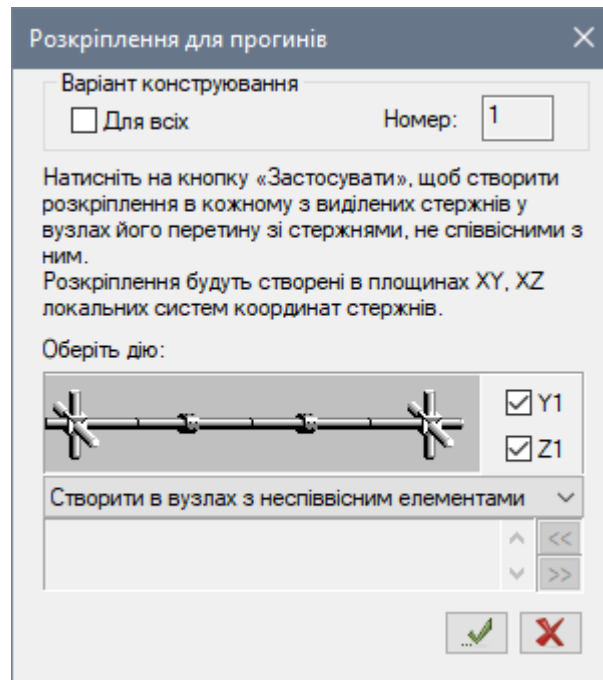

Рис. 3.31. Діалогове вікно Розкріплення для прогинів
- Натиснувши на кнопку  – **Розкріплення для прогинів** (панель **Конструювання** на вкладці **Створення та редагування**) відкрийте діалогове вікно **Розкріплення для прогинів** (рис. 3.31).